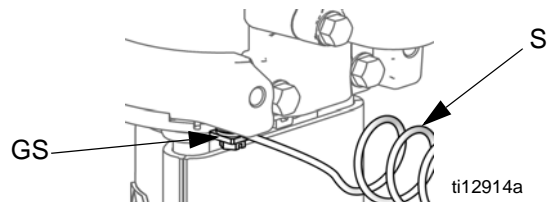

ABB. 2. Erdungsschraube und -draht
1. Pumpe: Siehe ABB. 2. Vergewissern Sie sich, dass die Erdungsschraube (GS) montiert und sicher am Luftmotor befestigt ist. Das andere Ende des Erdungskabels (S) an einen effektiven Erdanschluss anschließen.